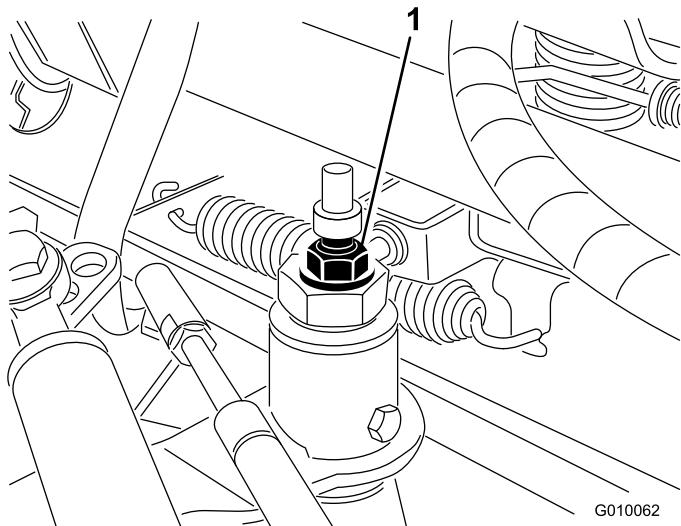

Figure 53
3. Desserrez le contre-écrou de la came de réglage de transmission (Figure 53).